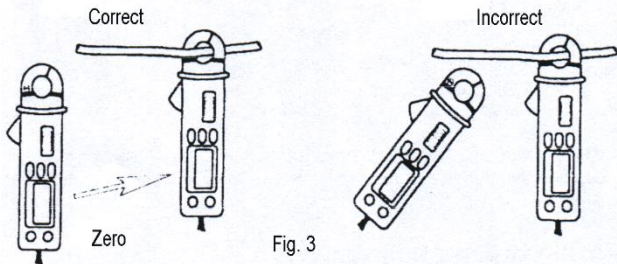

Fig. 3
5. Use la tecla ZERO para ajustar la lectura a cero. Dada la alta sensibilidad del medidor, la posición cero debe estar en la misma dirección, como en la medición, para evitar las interferencias por campos magnéticos externos (Fig. 3).